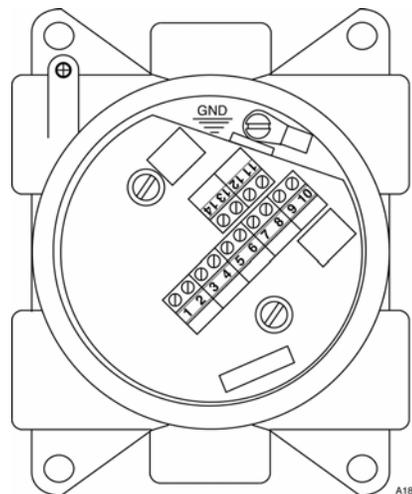
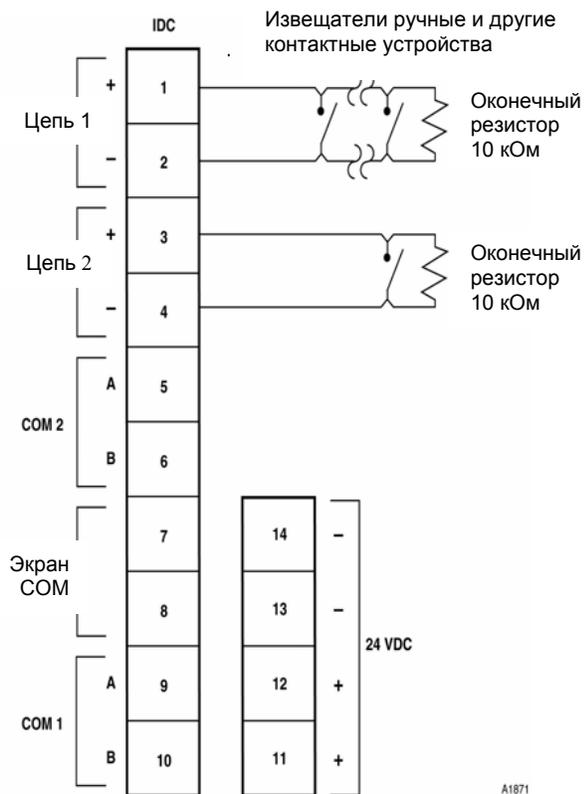
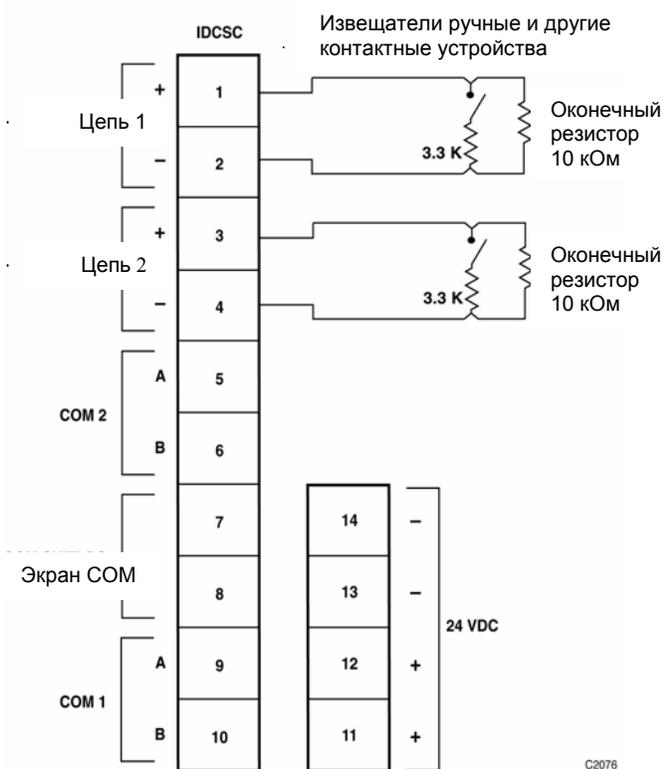

Рис. 3-4. Клеммная плата в коробке модуля с шестью отверстиями кабелевводов.
Рис. 3-5. Номера контактов и их назначение на клеммной плате модуля IDC.
Рис. 3-7. Номера контактов и их назначение на клеммной плате модуля IDCSC.
2. Подсоединить внешнюю проводку к соответствующим контактам клеммного блока. На рис. 3-4 показано расположение клеммного блока. Назначение клемм разъёмов приводится на рис. 3-5. Входной сигнал модуля поступает от одного или нескольких Н.Р. контактов выключателей (не рекомендуется применять кнопки возвратного действия). Параллельно контактам последнего выключателя устанавливается оконечный резистор EOL 10 кОм / 0,125 Вт.
2. Вытащить коммуникационную плату из соединительной коробки. Подсоединить внешнюю проводку к соответствующим клеммам клеммного блока. На рис. 3-4 показано расположение клеммного блока. Назначение клемм разъёмов приводится на рис. 3-6.
2. Вытащить коммуникационную плату из соединительной коробки. Подсоединить внешнюю проводку к соответствующим клеммам клеммной колодки. На рис. 3-4 показано расположение клеммного блока. Назначение клемм разъёмов приводится на рис. 3-7. Входной сигнал модуля поступает от выключателя с Н.Р. контактом с последовательным резистором 3,3 кОм и оконечным резистором EOL 10 кОм/0,125 Вт параллельно выключателю.